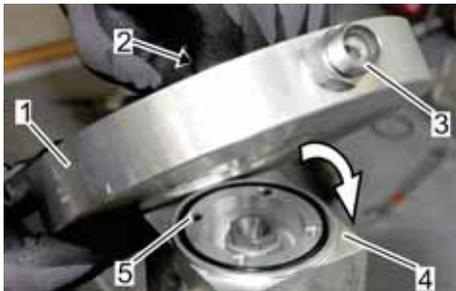

Abb. 116: Messwerkflansch mit Ventilkegel aufsetzen
11. Den Ventilkegel (Abb. 116/2) mit der Hand festhalten und der Kegelseite nach unten in das Gleitlager des mit der größeren Öffnung nach oben ausgerichteten Messwerkflanschs (Abb. 116/1) einsetzen und festhalten.
12. Den Messwerkflansch (Abb. 116/1) mit Ventilkegel (Abb. 116/2) ausgerichtet an den Befestigungsbohrungen (Abb. 116/5) auf das Gehäuse (Abb. 116/4) auflegen.
Der Stutzen der Messleitung (Abb. 116/3) wird dabei nach rechts ausgerichtet.